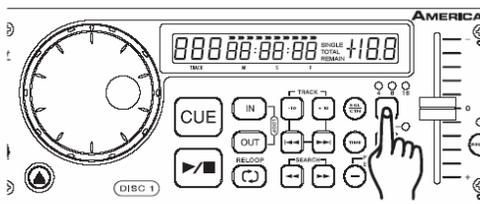
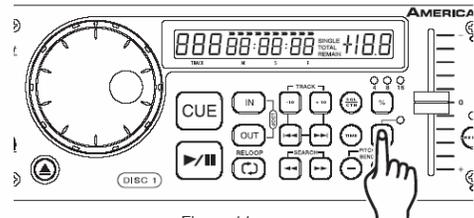

Figure 10
Figure 11
Afin de sélectionner le mode du pitch, sélectionnez la variation souhaitée (figure 10), touche (7) +/- 4%, 8%, 16%, et la LED correspondante s'allume. Ensuite vous activez le mode pitch (figure 11) touche (9), la fonction est activée quand la LED s'allume.